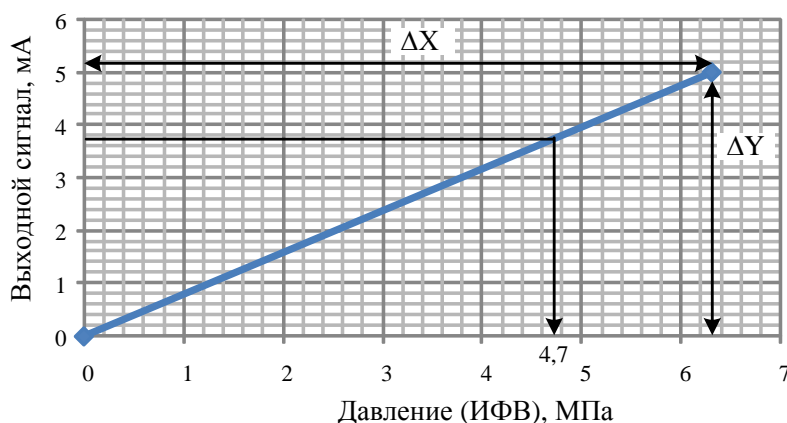

Рис. 1. Градуировочная характеристика датчика
**Решение.** Построим линейную градуировочную (статическую) характеристику преобразователя давления по двум точкам. Первая точка характеристики: при давлении 0 МПа – выходной сигнал манометра 0 мА; вторая точка характеристики: при давлении 6,3 МПа – выходной сигнал манометра 5 мА, рис. 1.
По формуле (5) и рис. 1 определим уравнение характеристики датчика:  $Y(X) = 0 + 0,79X$ . Подставим известное значение выходного сигнала  $Y = 3,72$  мА в полученное уравнение и определим  $X$ :
Значение ИФВ можно определить менее точно по графику градуировочной характеристики датчика, см. рис. 1.